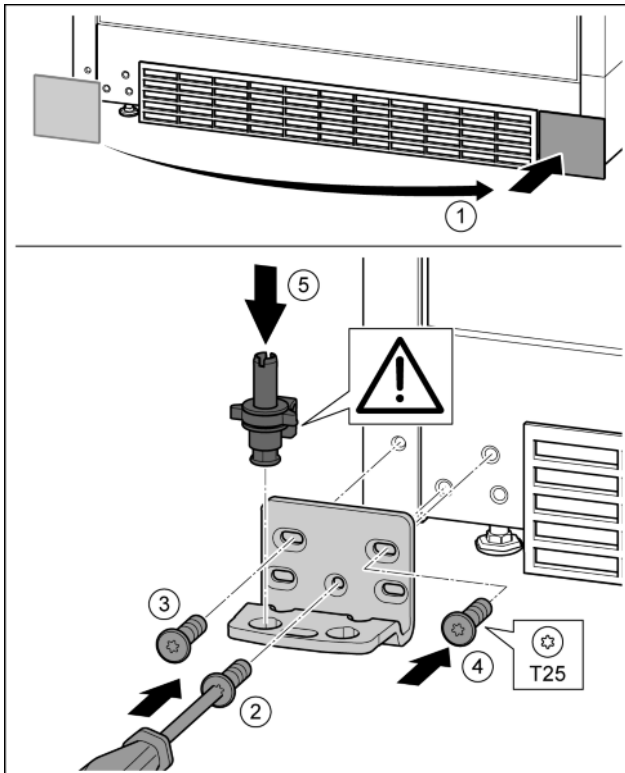

Fig. 16
- Abdeckung abnehmen und auf der anderen Seite anbringen. Fig. 16 (1)
- Lagerbock auf der anderen Seite ansetzen und mit Hilfe eines Schraubendrehers T25 anschrauben. Mit Schraube 2 unten in der Mitte beginnen. Fig. 16 (2)
- Schraube 3 und 4 festschrauben. Fig. 16 (3, 4)
- Lagerbolzen komplett einsetzen. Dabei darauf achten, dass der Rastnocken nach hinten zeigt. Fig. 16 (5)